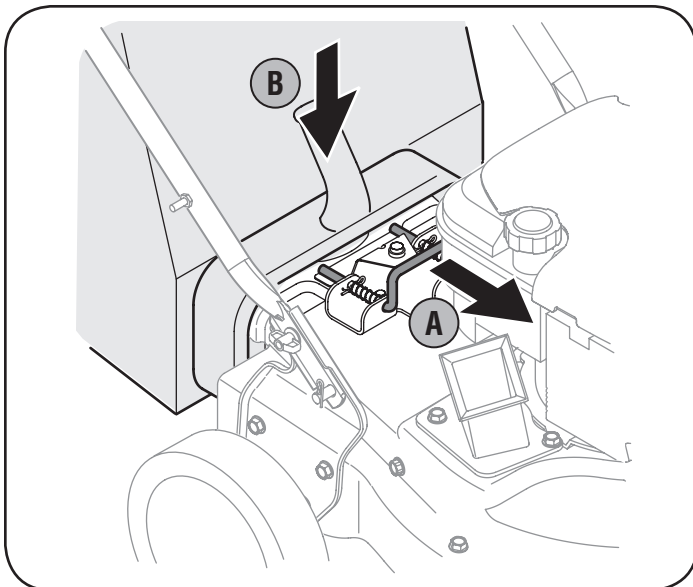

Figura 5
2. Deslice la bolsa por encima del borde de la abertura de descarga y suelte la varilla de seguridad para ajustar la bolsa en su lugar. Vea la figura 5.